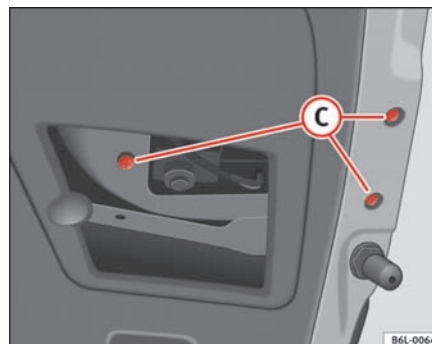

Fig. 157 Baglygte på bagklap
- Skru skruerne (C) ⇒ fig. 157 ud, og træk stikket af.